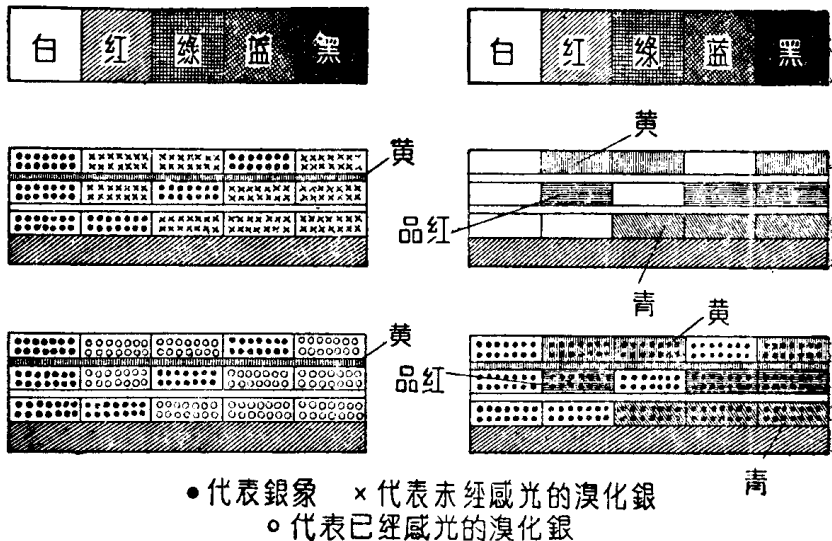

图5. 彩色电影胶片的摄制、冲洗和放映情况（反轉冲洗法）
(1)反轉冲洗法。反轉冲洗法的冲洗步骤，大致是这样的：①多层胶片在电影摄影机内，对有天然彩色的景物（图5左上）曝光。②曝光以后，就在暗室中将胶片取出，用黑白照相显影法显影，将已经感光的溴化银还原为黑色金属银影（图5左中）。因为用的是黑白显影剂，所以没有色影生成。③用清水把片上的剩余显影剂，充分洗净。④水洗以后，再在强烈的白光下，将胶片的正反两面，进行第二次曝光，使第一次未经感光的溴化银全部成为潜影（图5左下）。⑤把胶片放在彩
色显影剂中，进行彩色显影，將第二次曝光时感光的溴化銀（潛影）还原而成銀影，同时生成色影（图5右下）。⑥再將膠片用漂白剂漂去銀影，使它变成可溶性銀鹽，最后經過定影和洗滌等操作，片上只留有正象的透明染料色影（图5右中），也就是彩色影片了。
放映的时候，放映灯的白色光透过彩色透明正片，投射到銀幕上，銀幕上映出的色彩是怎樣的呢？为了說明原理，我們举一个最簡單的例子。比如說，天然景物（图5左上）是白、紅、綠、藍、黑五色，用反轉冲洗法制成的彩色影片，就是图5右中的情形，我們从左面向右面依照次序来看。